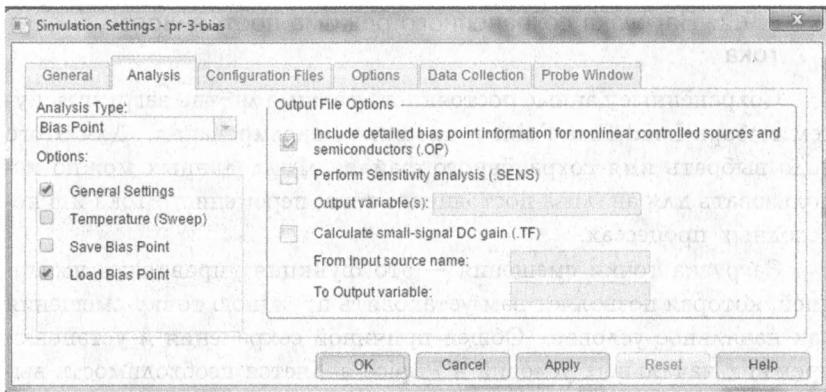

Рис. 2.45. Установка режима загрузки смещения
- Перед запуском другого моделирования перейдите на вкладку Analysis> Bias Point и в диалоговом окне Options выберите Load Bias Point (рис. 2.45).